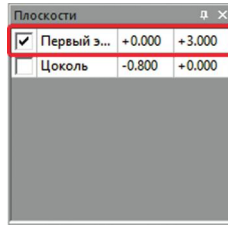

рис. 11
После запуска команды на панели **Ключи команд** выберите режим **По этажам** (если он не включен) и на панели **Плоскости** (в правом нижнем углу окна программы) укажите (отметьте галочкой) этаж (см. рис. 11). Стена будет строиться между высотными отметками выбранного этажа.
3. На панели **Плоскости** выберите **Первый этаж** (рис. 11).